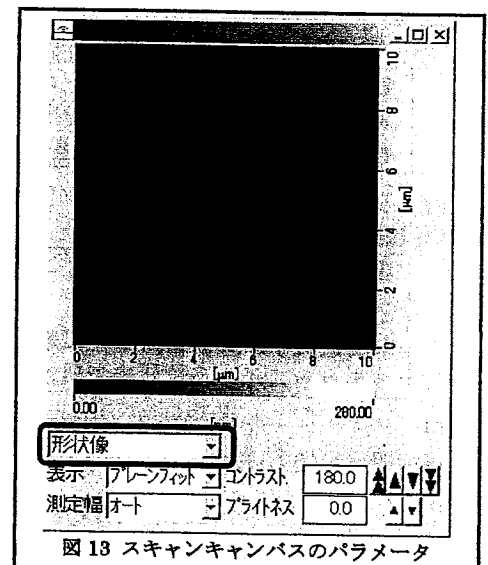

図 13 スキャンキャンパスのパラメータ
- (9) 2枚のスキャンキャンバスのデータタイプを、それぞれ「形状像」「誤差信号像」に設定(図 13)